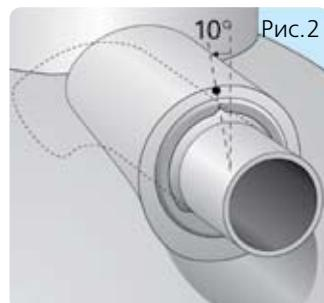

Рис.2
2. Совместите отметку на патрубке входного соединения с отметкой на отстойнике. Рис. 2. Это обеспечит правильное направление потока внутри отстойника.